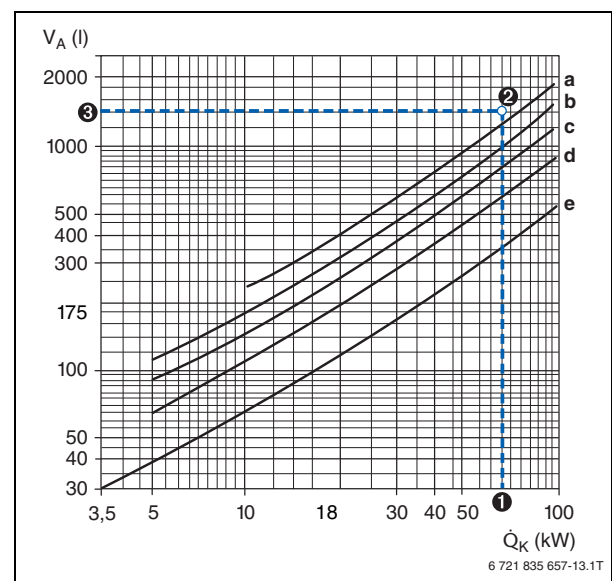

Bild 17 Anhaltswerte für den durchschnittlichen Wassereinhalt von Heizungsanlagen (nach ZVH-Richtlinie 12.02)
In Abhängigkeit von verschiedenen Parametern der Heizungsanlage lässt sich das Anlagenvolumen aus Bild 17 ablesen.
(→ Bild 17, Kurve a)
Das nach Punkt ③ aus dem Bild 17 abgelesene Anlagenvolumen muss kleiner sein als das maximal zulässige Anlagenvolumen ④. Trifft das nicht zu, ist ein größeres Ausdehnungsgefäß zu wählen.
- ① Vorlauftemperatur (→ Tabelle 9): $\vartheta_V = \leq 50\text{ °C}$
- ② Vordruck des AG (→ Tabelle 9): $p_0 = 1,5\text{ bar}$
- ③ Anlagenvolumen (→ Bild 17): $V_A = 1400\text{ l}$
- ④ Erforderlich ist ein AG mit 80 l Inhalt (→ Tabelle 9), weil hierfür das nach Bild 17 ermittelte Anlagenvolumen ③ kleiner als das maximal zulässige Anlagenvolumen ist.